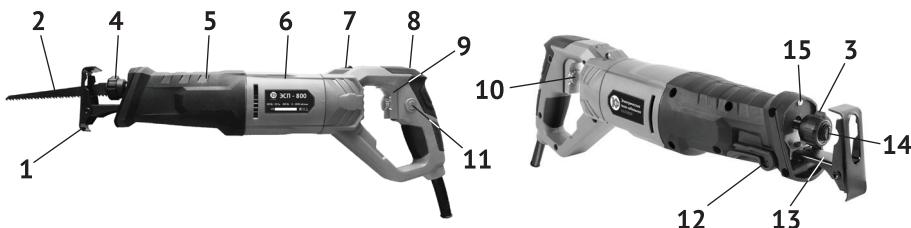

рис. 1
1.6 Общий вид пилы представлен на рис.1
1.7 Однофазный коллекторный двигатель расположен в пластиковом корпусе (рис.1 поз.6). Сзади к корпусу двигателя крепится рукоятка управления (рис.1 поз.8), состоящая из двух половин (правой и левой). Рукоятка имеет механизм, обеспечива-ющий её поворот на 90° вправо или влево от вертикального положения, для удоб-ства работы в различных условиях.
Крутящий момент с якоря электродвигателя преобразуется шестерней и кри-вошлипно-шатунным механизмом в возвратно-поступательное движение штока. На стволе штока смонтирован быстрозажимной патрон (рис.1 поз.4) для крепления в пилодержателе (рис.1 поз.14) пильных полотен (рис.1 поз.2). Рабочим инструмен-том пилы являются пильные полотна с универсальным хвостовиком - ½", для резки заготовок из различных материалов.
Редуктор и шток закрыты пластиковым корпусом (рис.1 поз.5), состоящим из двух половин (правой и левой). В нижней части корпуса редуктора крепится суппорт (рис.1 поз.13) с закреплённым на нём упором (подошвой, башмаком). Рычаг фикса-ции суппорта (рис.1 поз.12), расположенный на правой половине корпуса редуктора (рис.1 поз.5), позволяет быстро изменить положение упора (рис.1 поз.1) относитель-но пилодержателя (рис.1 поз.14). Упор (рис.1 поз.1) при пиления выполняет две функции: служит опорой инструмента на заготовке, является ограничителем длины режущей части пильного полотна.
1.8 Клавиша выключателя (рис.1 поз.9) расположена в передней части рукоятки. Включение пилы осуществляется нажатием на клавишу выключателя указательным пальцем. Усилие, приложенное к клавише, изменяет скорость хода пилки от 0 до максимума, установленного регулятором скорости. Фиксация клавиши в рабочем
положении, осуществляется кнопкой (рис.1 поз.11), расположенной слева на рукоятке. При повторном нажатии на клавишу, кнопка фиксации и клавиша (со щелчком) возвращается в исходное положение - выключено.
Диск регулятора скорости (рис.1 поз.10) встроен в клавишу выключателя. С его помощью устанавливается необходимая скорость хода пильного полотна. Стрелки на диске регулятора, указывают на увеличение или уменьшение максимальной скорости хода пильного полотна.
1.9 Сверху, в торце корпуса редуктора, расположен светодиод (рис.1 поз.15), обеспечивающий локальную подсветку рабочей области. Подсветка включается сразу после подключения инструмента к сети питания.
При выборе скорости движения пильного полотна необходимо оценить материал заготовки. Чем твёрже распиливаемый материал, тем ниже скорость, устанавливаемая диском регулятора (рис.1 поз.10).
- ослабить шестигранным ключом (входит в комплект поставки) два винта в нижней части протектора (рис.1 поз.8);